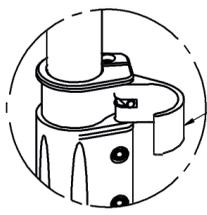
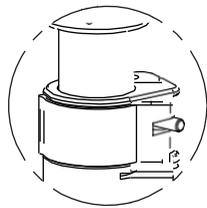

Fig.3
Fig.4
- Aprire la levetta bloccaggio asta (H) come (Fig. 3)
- Allungare l'asta (G) alla posizione desiderata
- Bloccare l'asta con la levetta bloccaggio (H) come (Fig. 4)